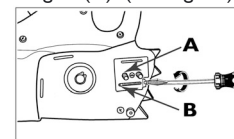

Fig. 3A
1. Solte as porcas da barra de retenção (J) até que esteja no aperto manual. (Ver Fig. 3A)
2. Com uma chave de parafusos lisa ou uma chave de parcas, caso conste no Estojo do Utilizador, rode o parafuso de afinação da corrente (A) no sentido oposto aos ponteiros do relógio o mais possível para a esquerda, ou até a Lingueta (B) (saliência dentes afiados) terminar o seu percurso. (Ver Fig. 3A)
2. Para remover a tampa lateral (A), rode o botão (B) no sentido oposto aos ponteiros do relógio. (Fig. 3A)